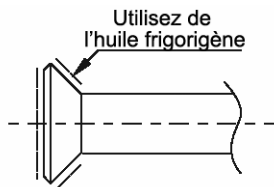

Figure 19
- Enduire les surfaces du tuyau évasé et des écrous de jonction avec de l'huile frigorigène, et faites-les tourner 3 ou 4 fois entre vos mains avant de serrer les écrous flare. (cf. figure 19)